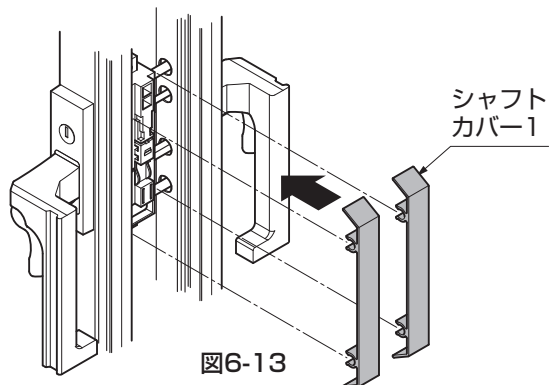
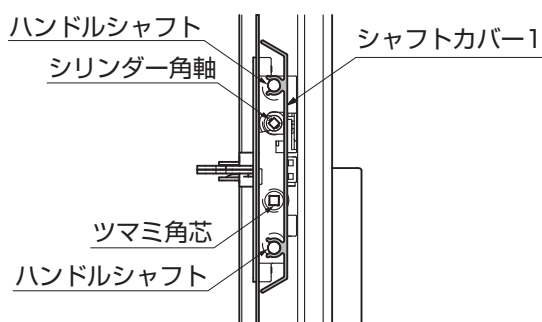

図6-13
図6-14
- ① 錠（掛け側）の框の裏側に、シャフトカバー1を横からカチッというまで押込んでください。（図6-13、図6-14参照）